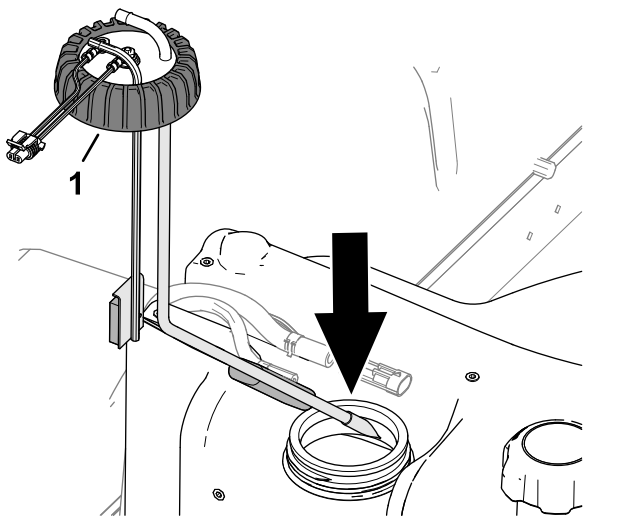

Figura 123
2. Montați cu atenție tubul de colectare a combustibilului și flotorul în rezervorul de combustibil (Figura 123).